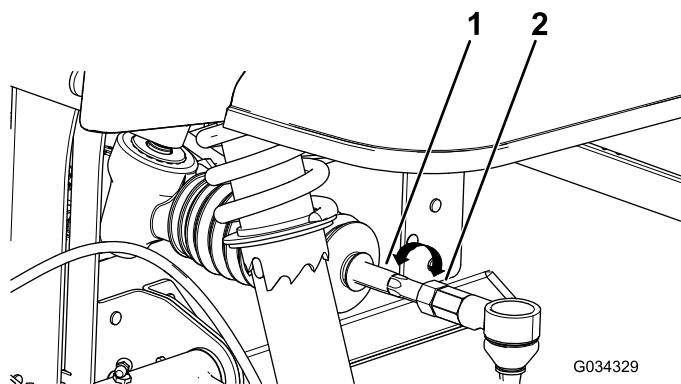

Figura 55
4. Se la misura non rientra nel campo specificato di 0 ± 3 mm, allentate i controdadi all'estremità esterna dei tiranti (Figura 55).